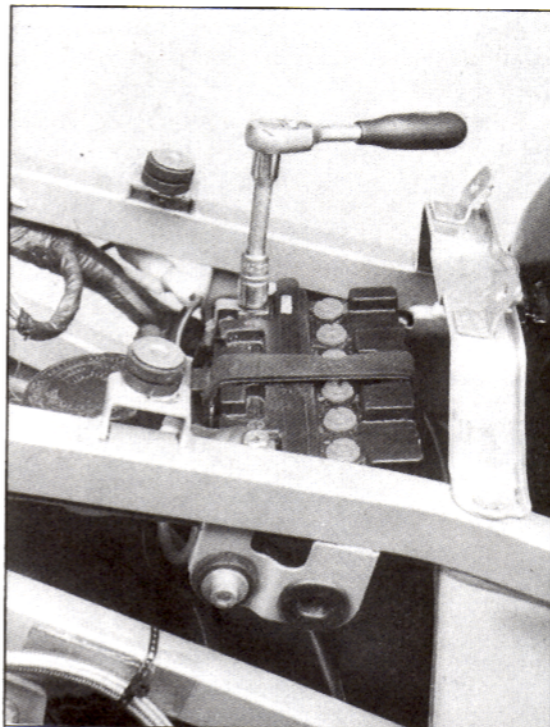

Bild 52
- Bei zu niedrigem Stand mit Nuss SW 10 oder Kreuzschlitzdreher zuerst negatives Batteriekabel (Minuspol) abklemmen, siehe Bild 52 und Entlüftungsschlauch abziehen. Danach Pluskabel entfernen.